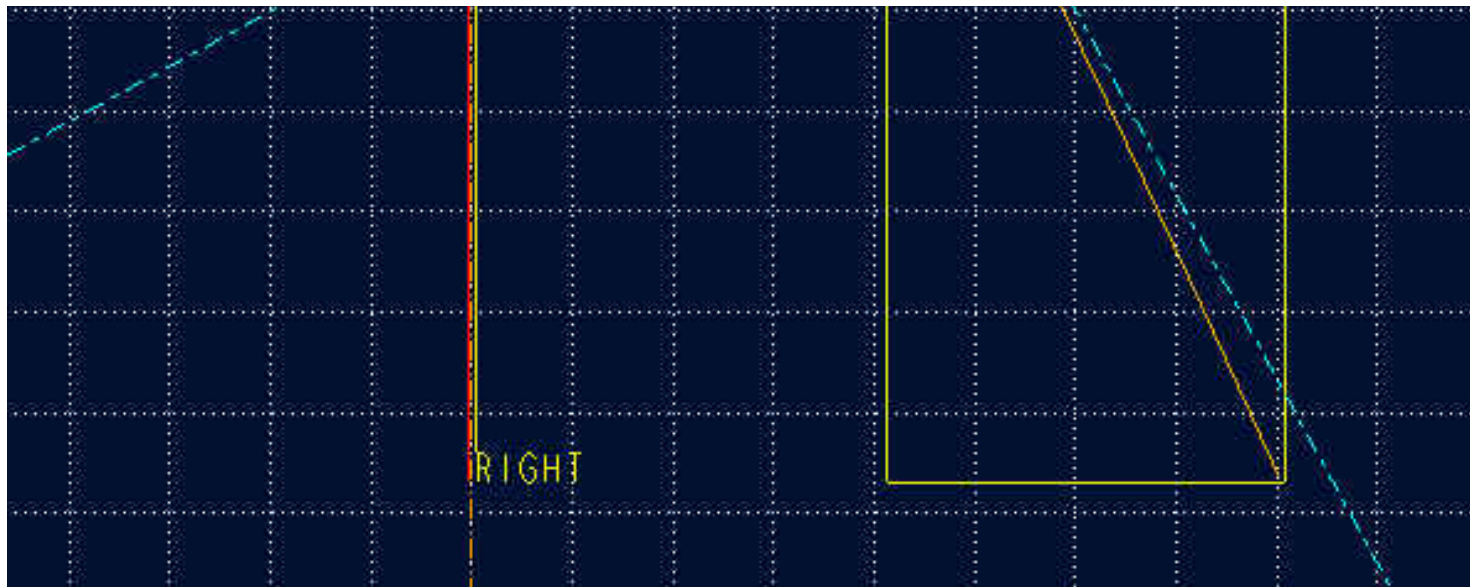

Abbildung 11
6. Fuegen Sie folgende Beziehungen ein. In der Abbildung 11 sind die skizzierbemassungen sd5 und sd6 als Teilbemassungen D0 und D1: